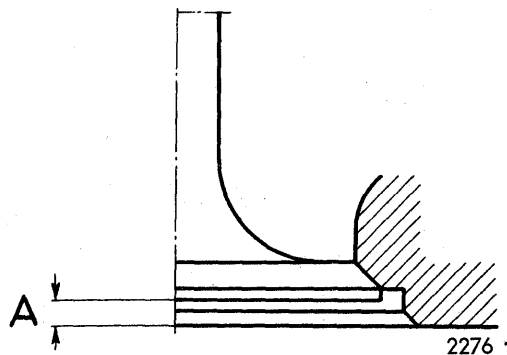

Fig. 12.
Ventilhovedets for-sænkning under topstykkets plan (A)	1,78-3,56 mm (fig. 12)